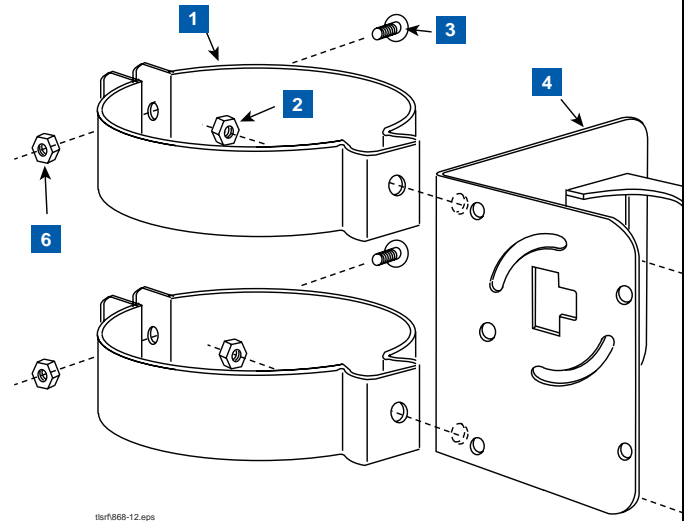

Figure 12. Raccord des supports collier au support du bloc-batterie
1. Raccorder les deux supports collier présents dans le kit (50,8 ou 101,6 mm, selon le besoin) au support du bloc-batterie, comme illustré Figure 12. Raccord des supports collier au support du bloc-batterie-.
LÉGENDE DE LA FIGURE 12. RACCORD DES SUPPORTS COLLIER AU SUPPORT DU BLOC-BATTERIE